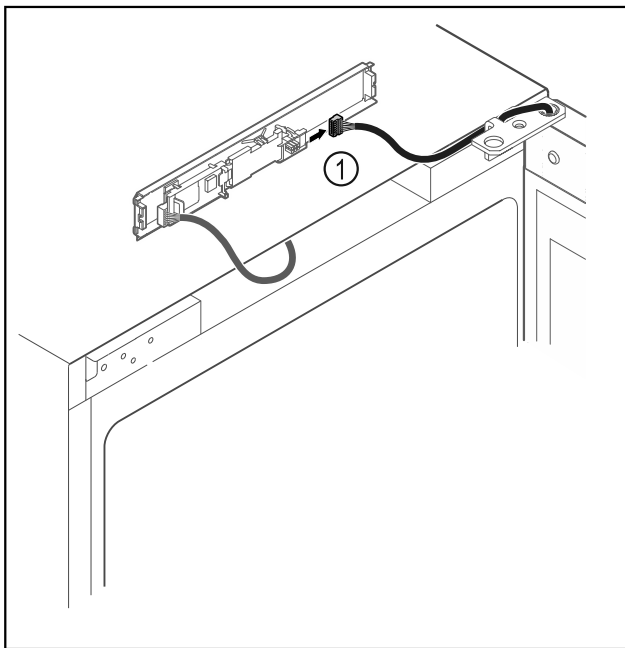

Fig. 18
- Scoateți fișa Fig. 18 (1) de la placa electronică.